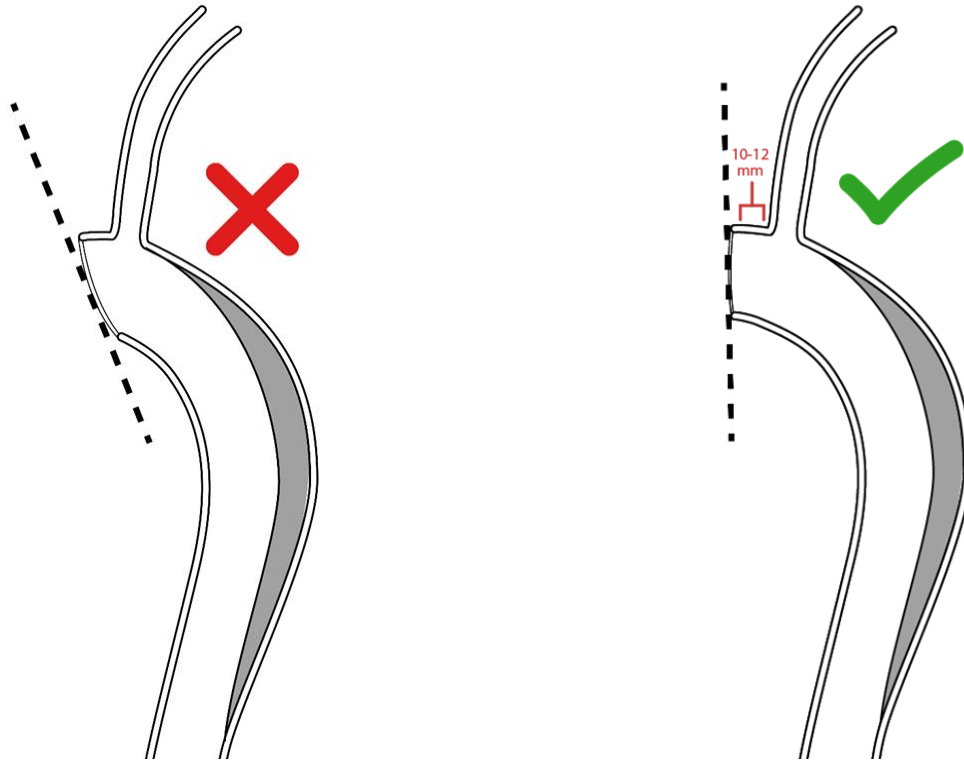

Abbildung 6. Durchtrennung der distalen Aorta ascendens in Zone 2 für die Implantation des Arcevo™ LSA
11.1.2 Zugang zur Aorta mittels üblicher chirurgischer Technik schaffen und eine senkrechte Durchtrennung der Aorta in Zone 2 durchführen, um den Aortenbogen freizulegen. Dabei mindestens 10–12 mm Aorta proximal zur LSA belassen (**Abbildung 6**).